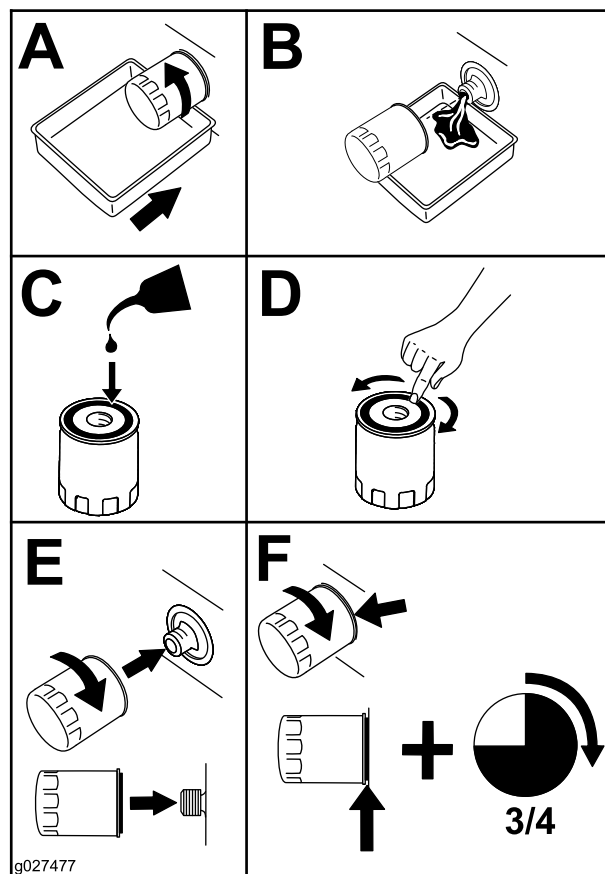

Figura 47
5. Substitua o filtro do óleo do motor (Figura 47).